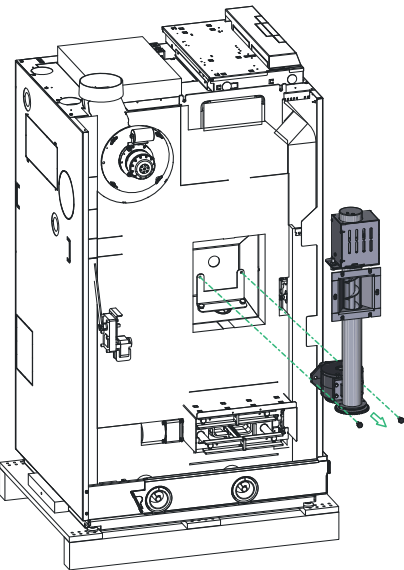

Fig. 31 Svitare l'unità tubo della coclea valvola rotativa
- Svitare l'unità tubo della coclea valvola rotativa dalla caldaia – Fig. 31.